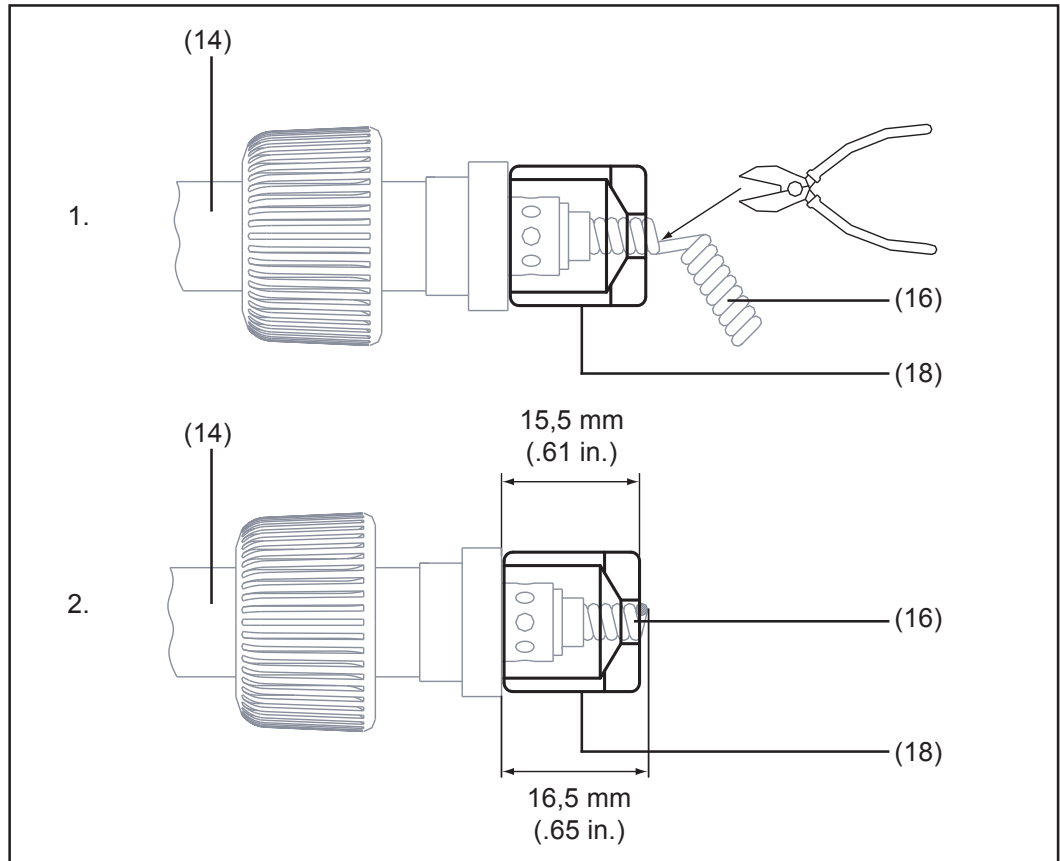

Fig.9 Mise à longueur de l'âme guide-fil à l'aide de la gaine
L'âme guide-fil (16) dépassant l'écrou d'accouplement (13) doit être coupée avec précision. La figure 9 indique comment procéder avec une gaine de mise à longueur.